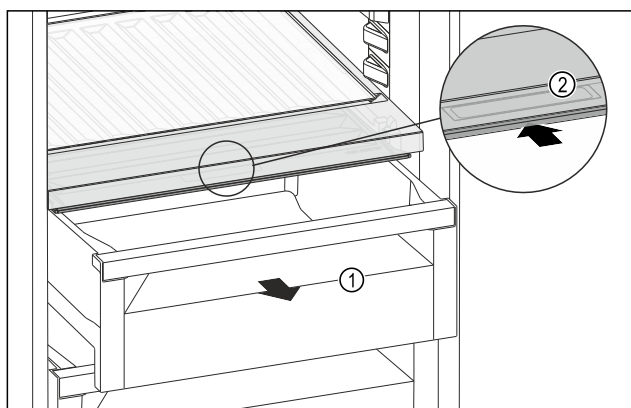

Fig. 263
- Træk skuffen Fig. 263 (1) ud.
- Tag fat i grebsforsænkningen Fig. 263 (2) i bokslåget, og skub samtidigt bokslåget tilbage.